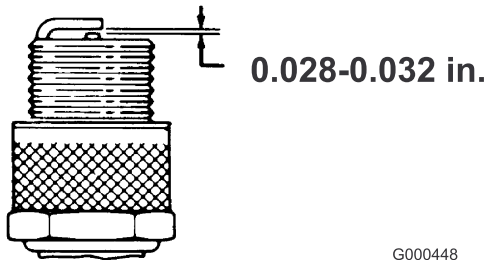

図 26
3. エア・ギャップを 0.7~0.8 mm に調整する（図 26）。